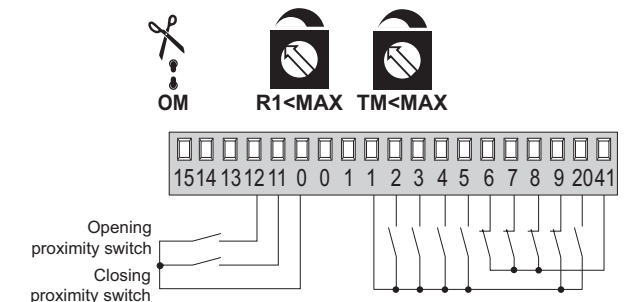

Fig. 6.4
- (Abb. 6.4) Der Flügel kommt an den mechanischen Anschlägen zum Stillstand und kehrt an Hindernissen um.